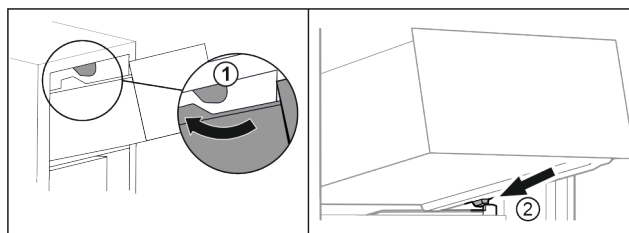

Fig. 27
- ▶ Vedte zásuvku podél horních zarážek. Fig. 27 (1)
- ▶ Nasadte zásuvku šikmo za dolní zarážky na žebrování na nádobě. Fig. 27 (2)